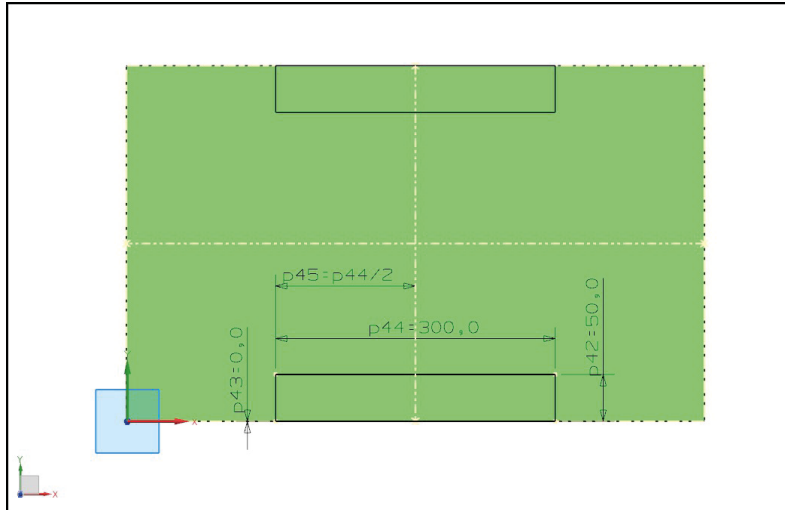

Рис. 7.24. Параметры эскиза полостей
15. Постройте границу полости с размерами, указанными на рис. 7.24. Сделайте зеркальную копию границы относительно оси X. Задайте скругление углов радиусом 20 мм.